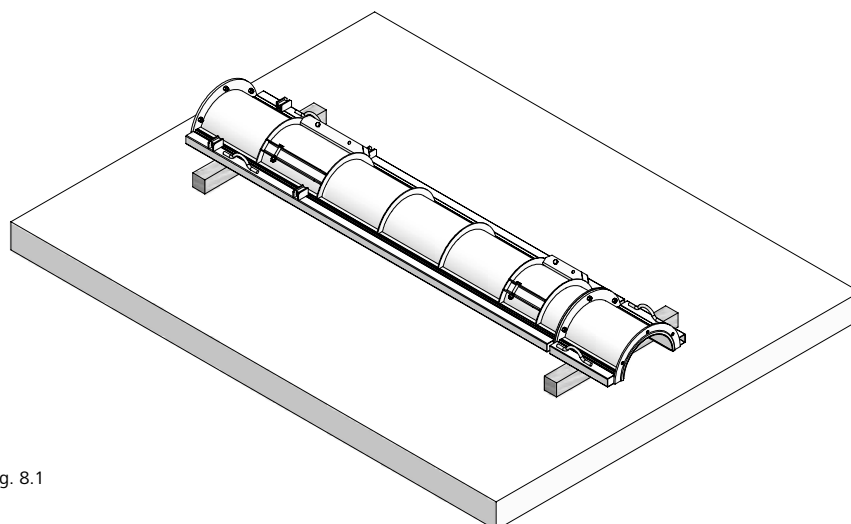

Fig. 8.1
2. Approcher les demicoques de base et de rehausse et remettre en place les vis (Fig. 8.1).